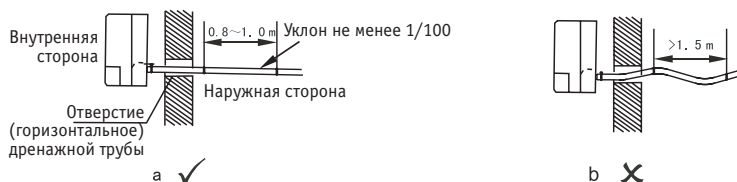

Рисунок 9
4. Для предотвращения протекания воды внутрь кондиционера, когда он не работает, дренажная труба должна быть наклонена в сторону улицы (сторону дренажа), и угол наклона должен составлять не менее 1/100. Труба не должна иметь выступов, в которых могла бы скапливаться вода (см. рисунок 9а).